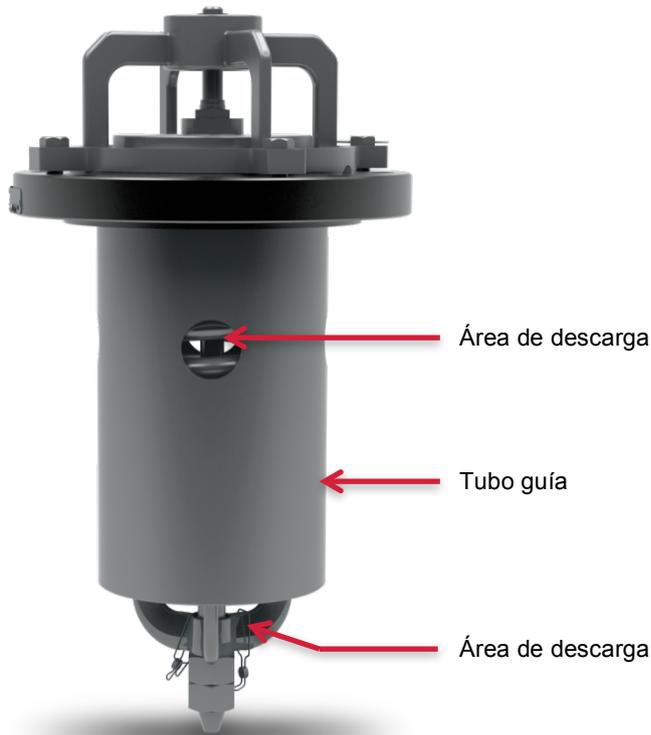

Figura 4-11 Tubo guía
- 4.1.9.1 Este tubo guía es principalmente una pieza estructural. No debe haber pintura en el interior del tubo guía. El área de descarga a través del tubo guía (Figura 4-11) no deberá tener obstrucciones por materia extraña que impedirían el flujo libre del fluido de descarga. Inspeccione el tubo guía moviendo la guía superior hacia arriba y hacia abajo a lo largo de la longitud del tubo guía tal como se indica a continuación. Si se atasca, busque mellas o superficies raspadas en el interior del tubo guía. Repare los daños para permitir el movimiento libre de la guía de resorte.